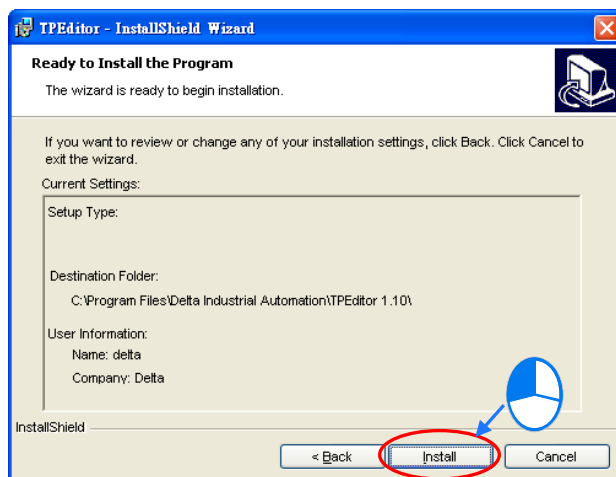

图 1-5 安装过程
- (7) 确定安装信息后，按下「Install」便可开始安装。如图 1-5。